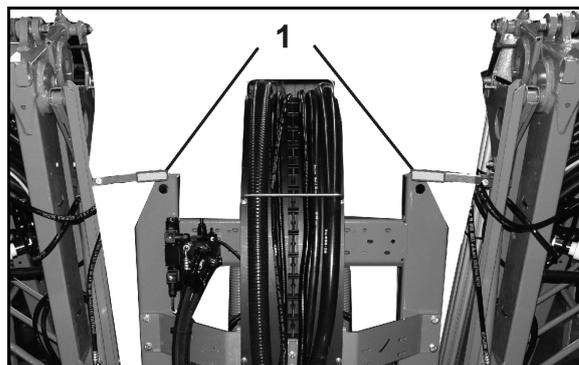

Fig. 77
1. Sbloccare la sicurezza di trasporto sollevando la staffa (Fig. 77).